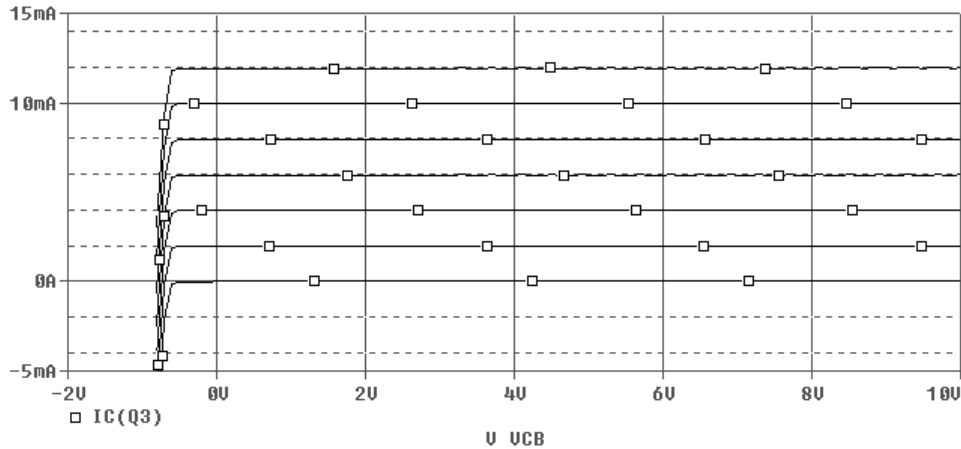

Figura 2. Características de salida típicas de un transistor n-p-n en Base Común. Corriente del colector I_C en función del voltaje V_{CB} .
La figura 2, se conoce como las *características estáticas de salida* o de colector, esta figura representa la corriente de colector I_C en función de la caída de potencial entre colector y base V_{CB} y la corriente de emisor I_E , que es utilizada como parámetro variable.
La mayor parte de los circuitos tienen el emisor, en lugar de la base, como terminal común para la entrada y la salida. La configuración en emisor común (EC) o con emisor a tierra, aparece indicada en la figura 2. En emisor común (como en base común), la corriente de entrada y la tensión de salida se toman como variables independientes mientras que la tensión de entrada y la corriente de salida son variables dependientes. Podemos escribir, pues:
Figura 2. Características de salida típicas de un transistor de unión de germanio p-n-p en emisor común. Una recta de carga correspondiente a $V_{cc} = 10 \text{ V}$ y $R_L = 500\Omega$ aparece superpuesta.
Las características de salida las podemos observar en la figura 2. Un transistor se encuentra polarizado en la región activa cuando la juntura del emisor se encuentra polarizada en directo y la juntura de colector se encuentra polarizada en inverso. En la figura 2, se observa claramente las tres regiones en donde puede operar el transistor bipolar: 1) La región activa, cuando el transistor esta polarizado en la región central de las curvas ej. $V_{ce} \geq 0,2 \text{ V}$. 2) La región de corte que se observa claramente cuando la corriente de la base es cero, por lo tanto la corriente de colector será cero, esta representado en la gráfica por el eje horizontal y sus zonas más cercanas. 3) La región de saturación, cuando la juntura del emisor y la juntura del colector estan polarizadas en directo, está representado en la gráfica por las zonas cercanas al eje vertical.